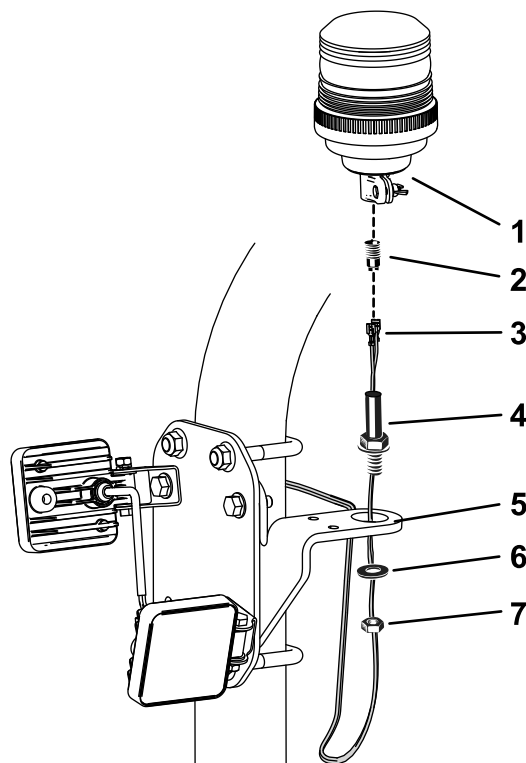

Figura 5
Nota: O conector do farol rotativo pode ser desenroscado da tomada do farol rotativo para ligação (Figura 5).
7. Monte o farol rotativo no suporte como se mostra na Figura 5.